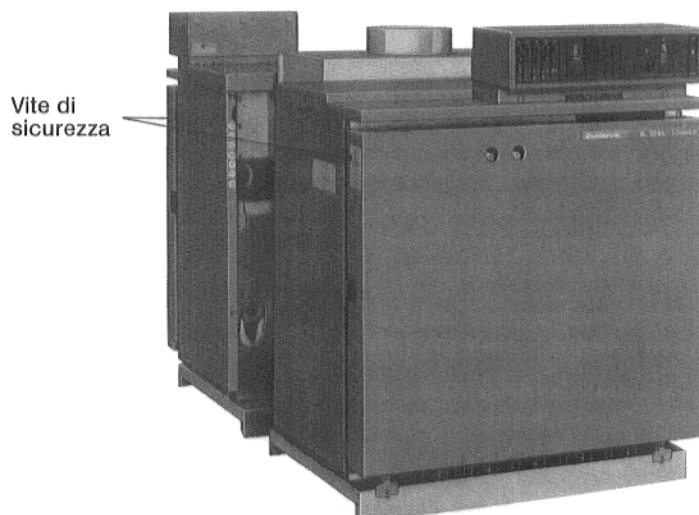

Fig. 20: GE 324 LDZ Lownox, montato
- Avvitare le viti di sicurezza laterali, sopra a destra ed a sinistra (Fig. 20).
- Fissare il portadocumenti trasparente con due viti a corredo, al pannello laterale che ne permette la migliore visibilità (Fig. 20).